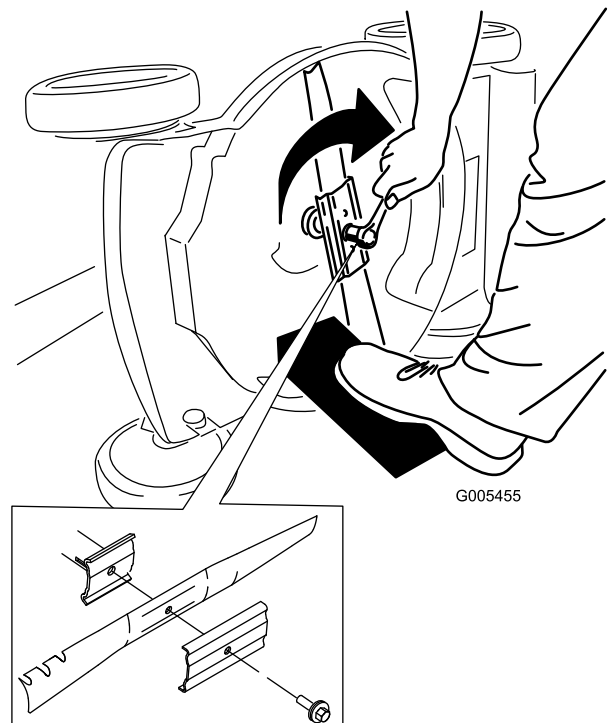

Bild 28
- 5. Setzen Sie das neue Messer und alle Schrauben auf (Bild 28).